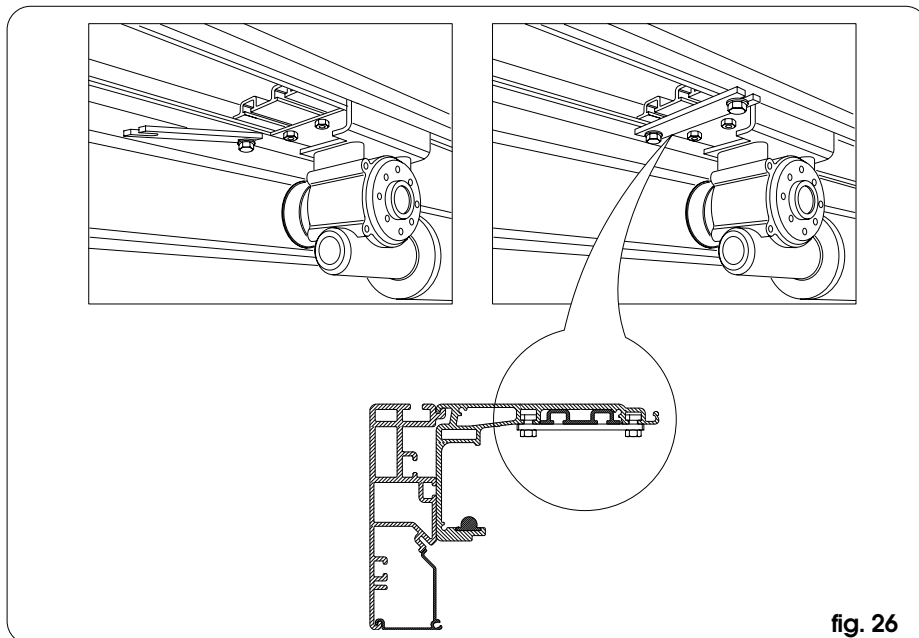

fig. 26
- Bloquee el módulo de accionamiento con las 4 bridas anteriormente preparadas, utilizando los 4 tornillos tirantes y las tuercas suministradas en dotación (fig. 26).